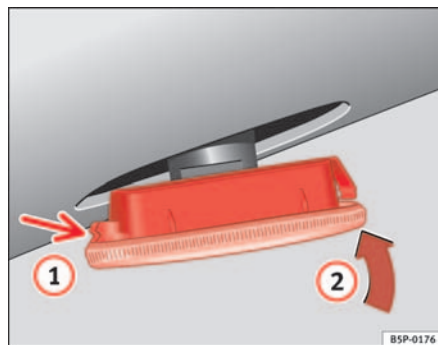

Fig. 152 Clignotants latéraux
- Placez d'abord le clignotant dans l'orifice de la carrosserie, en emboîtant les agrafes (1) ⇒ fig. 152, puis emboîtez la lampe comme indiqué par la flèche (2) ⇒ fig. 152. ■